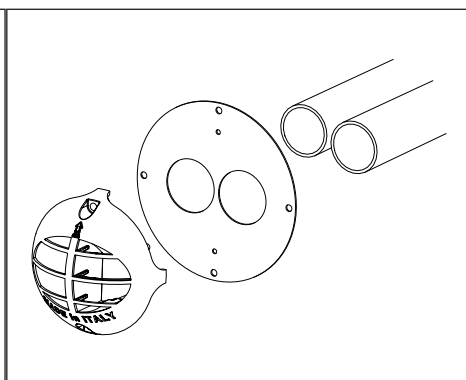

Fig. 18
- Si las tuberías de 35 mm de diámetro discurren en paralelo, utilice el terminal estándar de aspiración/descarga (Fig. 18).